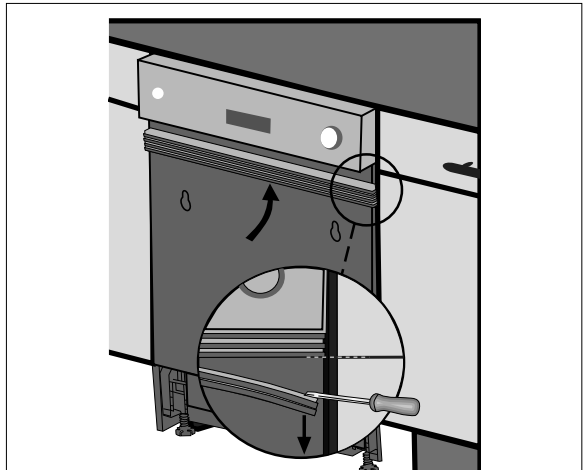

Abb. 13
- ▶ Befestigen Sie das Lamelldistanzstück (siehe **Abb. 13**).